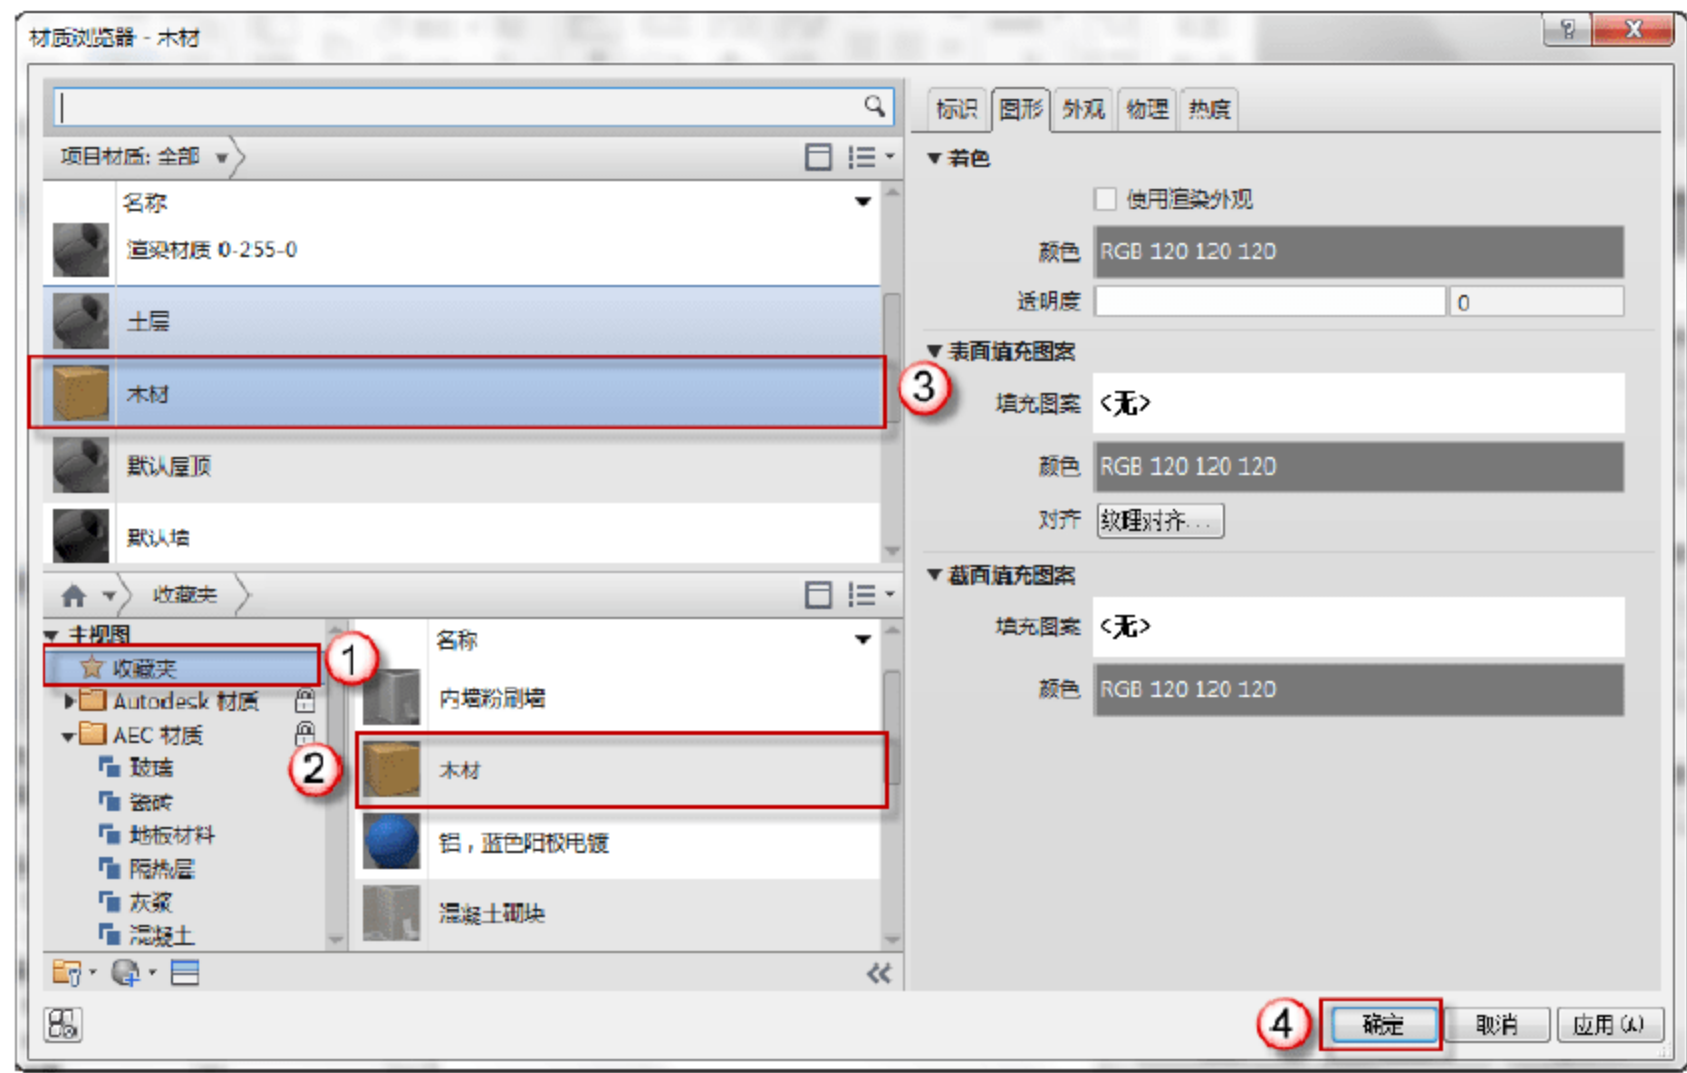

图 6.3.29 添加“木材”材质
(27) 添加“木材”材质。单击“族类型”按钮，弹出“族类型”对话框，单击“材质和装饰”栏“门窗框材质”的“<按类别>”按钮，弹出“材质浏览器”对话框，选择“主视图”→“收藏夹”→“木材”选项，双击“木材”材质，单击“材质浏览器”对话框中的“确定”按钮，如图 6.3.29 所示。重复本次操作，为“材质和装饰”标签下“门窗框材质”添加“木材”材质。